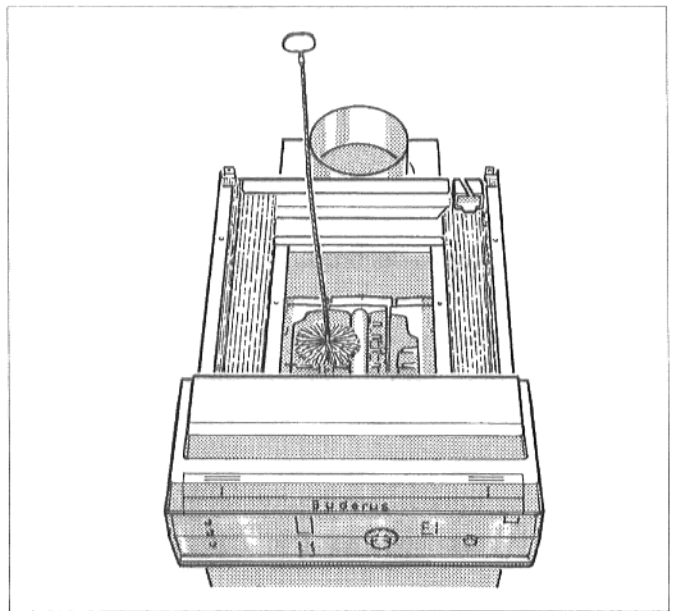

Fig. 23: Pulizia con spazzola
- Spazzolare i tiraggi (Fig. 23).